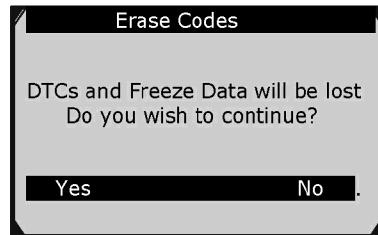

Рисунок 5-7
3. В случае нажатия кнопки **Yes** [**Да**] или **OK** появится сообщение с просьбой подтвердить выбор. См. рисунок 5-7.